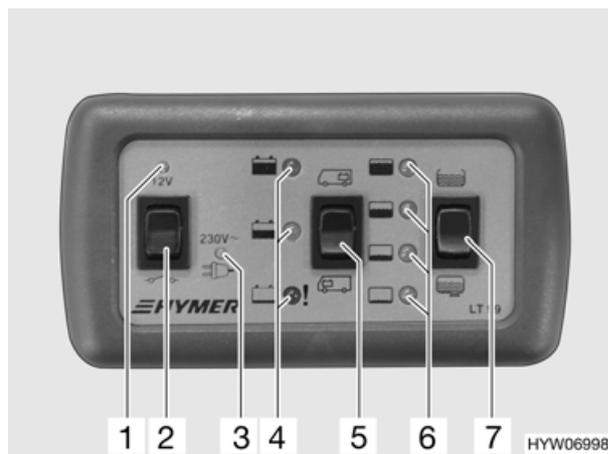

Fig. 37 Pannello di controllo
La centralina elettrica funziona solo in collegamento con il pannello di controllo (Fig. 37).
- Se necessario, inserire brevemente l'alimentazione a 12 V mediante l'interruttore principale 12 V (Fig. 37,4). Ciò è possibile solamente se la tensione della batteria è maggiore di 11 V. Se la tensione è minore di tale valore, l'alimentazione a 12 V può essere riaccesa solamente dopo che la batteria dell'abitacolo è stata ricaricata.
L'interruttore principale a 12 V (Fig. 37,2) inserisce o interrompe l'alimentazione a 12 V dell'abitacolo.
- Premere in alto l'interruttore a bilico (Fig. 37,2) "12 V": l'alimentazione a 12 V dell'abitacolo è inserita. La luce spia a 12 V (Fig. 37,1) diventa verde.
- Premere in basso l'interruttore a bilico (Fig. 37,2) "⏏": l'alimentazione a 12 V dell'abitacolo è disinserita. La luce spia (Fig. 37,1) si spegne.
Con l'interruttore a bilico di indicazione della batteria (Fig. 37,5) è possibile verificare lo stato di carica della batteria dell'abitacolo e di avviamento.
Dopo aver premuto l'interruttore a bilico, si accende la luce spia rossa, gialla o verde (Fig. 37,4).
L'interruttore a bilico di indicazione del livello dei serbatoi (Fig. 37,7) consente di verificare il livello del serbatoio dell'acqua potabile e quello delle acque grigie.
Dopo aver premuto l'interruttore a bilico, si accende un LED (Fig. 37,6).
La luce spia per 230 V (Fig. 37,3) si accende in giallo quando all'ingresso della centralina elettrica è presente una tensione di rete.